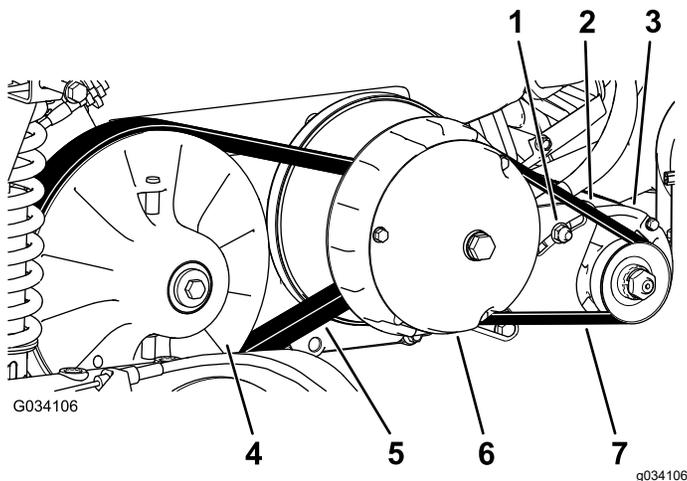

Figura 62
6. Rode a embraiagem secundária (Figura 62) para ver se roda livremente na posição MARCHA-ATRÁS.
4. Rode e verifique se a correia (Figura 62) apresenta sinais de desgaste ou se está danificada.
3. Rode e coloque a correia sobre a embraiagem secundária (Figura 62).
4. Retire a correia da embraiagem primária (Figura 62).
5. Alinhe a nova correia sobre a embraiagem primária (Figura 62).
6. Rode e coloque a correia sobre a embraiagem secundária (Figura 62).
2. Desaperte a porca de articulação do gerador do motor de arranque (Figura 62).
4. Pressione o pé de cabra para rodar o motor de arranque na ranhura até a tensão da correia permitir apenas 6,4 mm de deflexão da correia com 44 N·m de força (Figura 62).
5. Aperte a porca de articulação à mão e retire o pé de cabra (Figura 62).